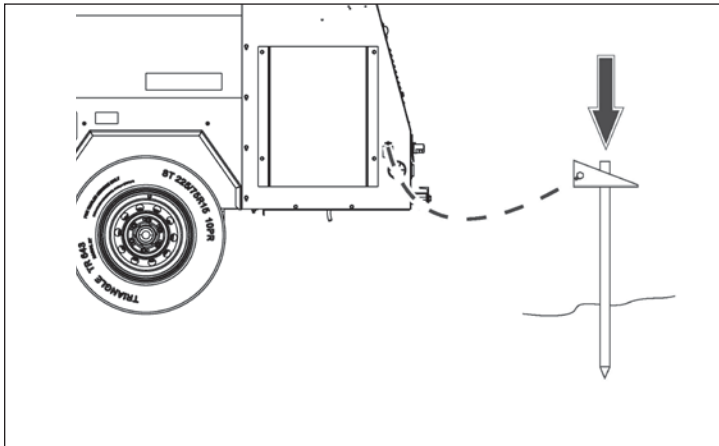

Figure 15
3. Trouver la cosse de terre à l'arrière gauche du châssis de l'unité mobile. Voir la Figure 15. Repérer un point sur le sol pas plus que 5 pieds (1,5 m) de la cosse de terre. Enfoncer le piquet de terre dans la terre à ce point.